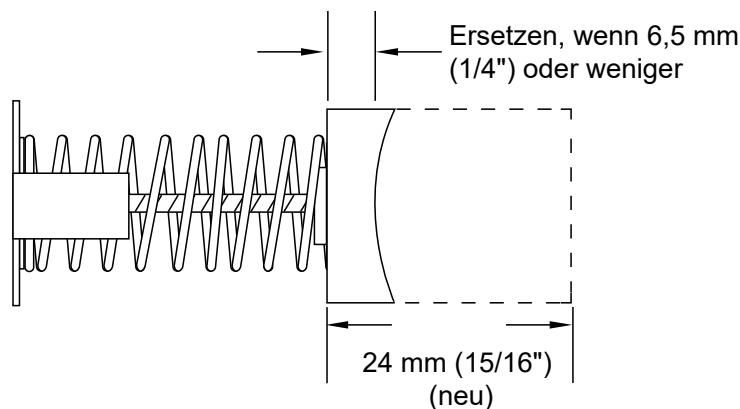

Abb. 22.
- C. Die Bürstenbaugruppen müssen ausgetauscht werden, wenn sie eine Länge von 6,5 mm (1/4") oder weniger haben (siehe Abbildung 22).